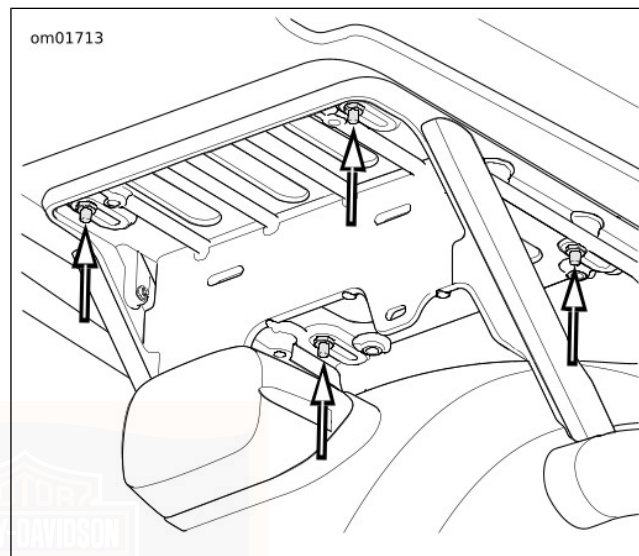

Figura 55. Regolazione della posizione del Tour-Pak
1. Vedere Figura 55. Allentare i quattro dadi che fissano il Tour-Pak al supporto.